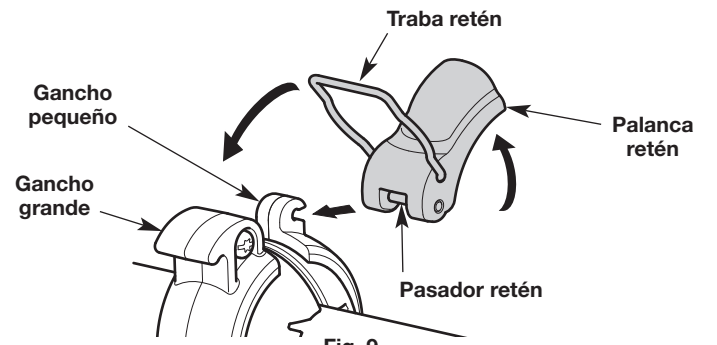

Fig. 9
6. Empuje el pasador retén por completo en el gancho pequeño de la manija (Fig. 9). Levante la palanca retén y empújela hacia el gancho grande (Fig. 9). Deslice la traba retén sobre el gancho grande (Fig. 9).